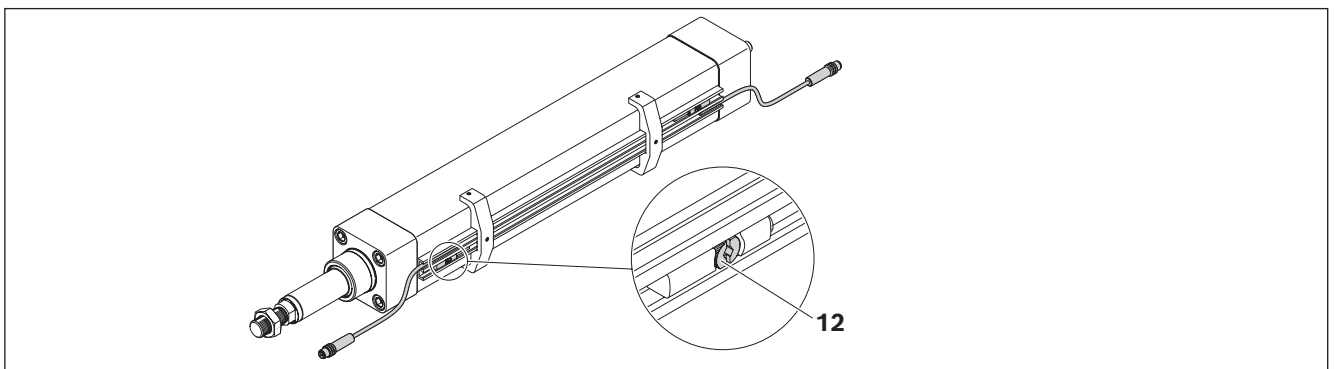

Fig. 28: Schalter montieren
1. Schalter (Magnetfeldsensoren) so in die T-Nut des Sensorprofils (1) einsetzen, dass die Klemmschraube (12) nach außen zeigt ➔ Fig. 28.
3. Durch Verdrehen der Klemmschraube **(12)** ➡ Fig. 28 auf Seite 27 fixieren. Schraube handfest anziehen und festen Sitz des Schalters kontrollieren.